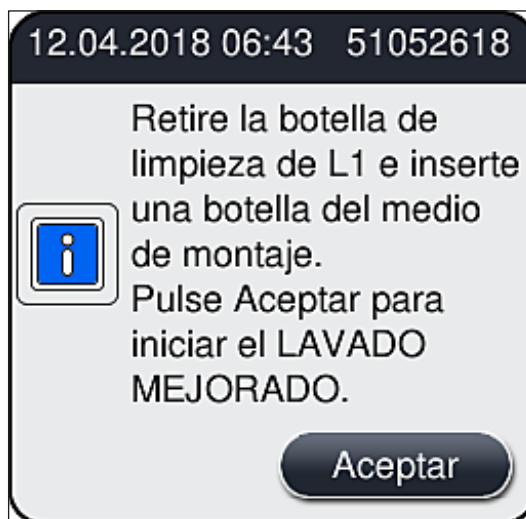

Fig. 104
- » A continuación, se solicita al usuario que extraiga la botella de limpieza del instrumento y que inserte una botella nueva con medio de montaje. Tras la inserción, confirme el mensaje de información (→ Fig. 104) con **Aceptar**. Deseche el contenido de la botella de limpieza de acuerdo con las normas de laboratorio.